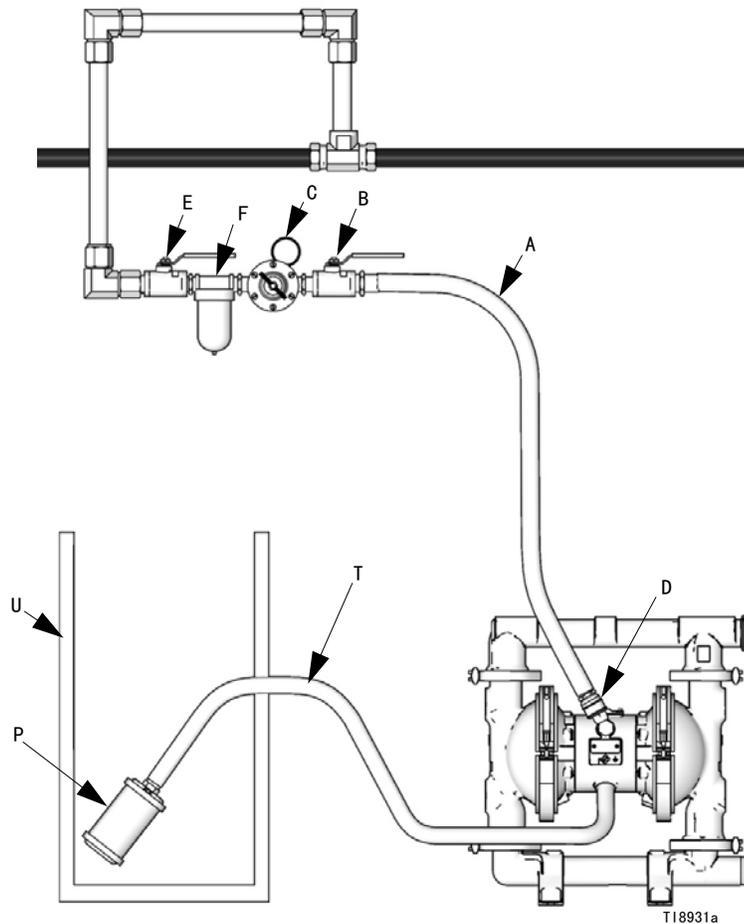

图 4 排出废气
<p>应确保系统的通风功效适合于您的设备。在泵送易燃或有害流体时，必须将废气排放到安全的区域，要远离人群、动物、食品加工区及所有火源。</p> <p>隔膜故障可导致泵送流体与空气一起进入排气管。在排气管端头放置一个合适的容器以接住流体。见图 4。</p>
3. 将一个容器（U）放在排气管路的端头，以防万一隔膜破裂时可接住流体。见图 4。